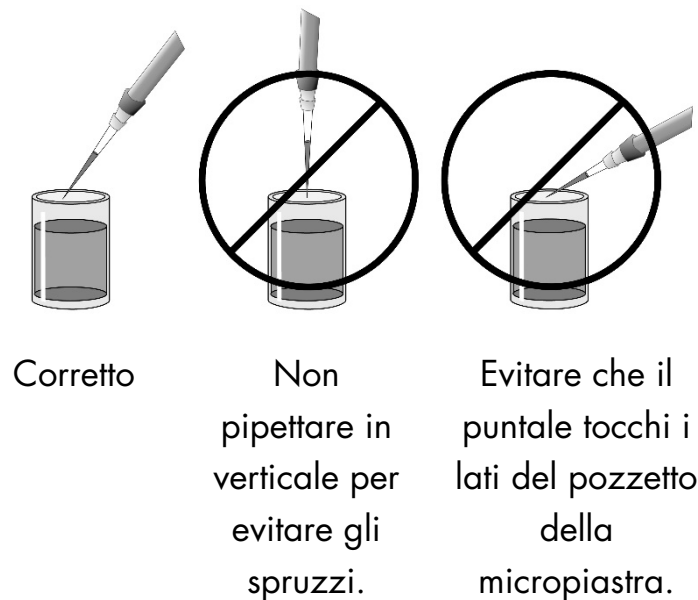

Figura 2. Corretta modalità di pipettamento.
Utilizzare puntali nuovi per ogni trasferimento e svuotare bene tutti i puntali per garantire il trasferimento completo del campione. Se lo si desidera, stabilizzare la pipetta appoggiando la parte mediana dei puntali sul bordo superiore dei pozzetti della micropiastra di cattura (vedere la Figura 2 seguente).
- Se lo si desidera, la pipetta può essere stabilizzata appoggiando la parte mediana dei puntali sul bordo superiore dei pozzetti della micropiastra di cattura. Prestare attenzione a non toccare i lati dei pozzetti della micropiastra, in caso contrario potrebbe verificarsi una contaminazione crociata dei campioni (vedere la Figura 2, pagina 35).
- Prestare attenzione a non toccare i lati dei pozzetti e ad evitare di spruzzare il reagente sui puntali della pipetta, perché potrebbe verificarsi una contaminazione crociata dei campioni (vedere la Figura 2, pagina 35).